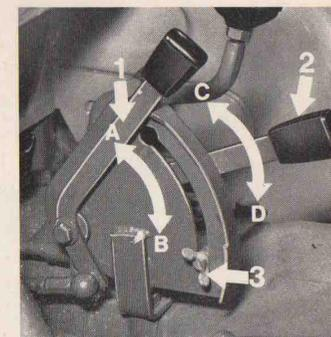

Abb. 69
- 1) Mettre le levier de contrôle d'effort (fig. 69 n° 2) complètement en haut (fig. 69 position "C").
- 2) Pousser le levier de contrôle de position (fig. 69 n° 1) approximativement jusqu'au milieu (position entre "A" et "B") et fixer la butée à l'aide de la vis de limitation (fig. 69 n° 3).
- 4) Pour sortir le vérin de l'outil, il faut pousser le levier (fig. 69 n° 1) dans la position "A". Lorsque le vérin est complètement sorti, pousser le levier (fig. 69 n° 1) de nouveau jusqu'à la butée.
- 5) Pour rentrer le vérin sur l'outil, il faut tirer le levier (fig. 69 n° 1) avec une légère pression latérale par-dessus la butée et le pousser vers le bas. Lorsque le vérin est complètement rentré, le levier doit être placé dans sa position initiale.